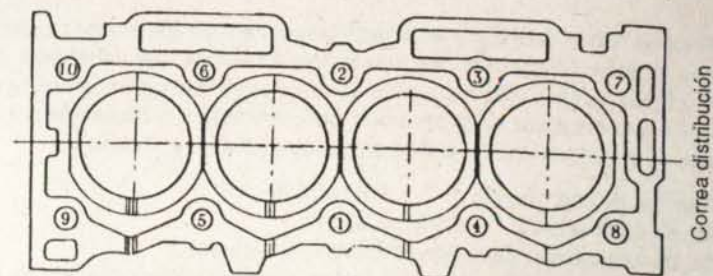

Fig. 2-23.— Orden de camisas y apriete de pernos de culatas
Se deberá respetar el orden de montaje de las camisas, marcándolas levemente, de la 1 a la 4 (Fig. 2-23). Con la empaquetadura nueva, se aprietan los pernos de la culata, desde los centrales (1) a los extremos (10), en tres tiempos: primero con una torsión de 1,5 kg.m., luego con 4,5 kg.m. (siempre en el mismo orden) y finalmente con el torque de apriete necesario, que para pernos de 11 mm. de diámetro es de 7,6 a 8,3 kg.m.